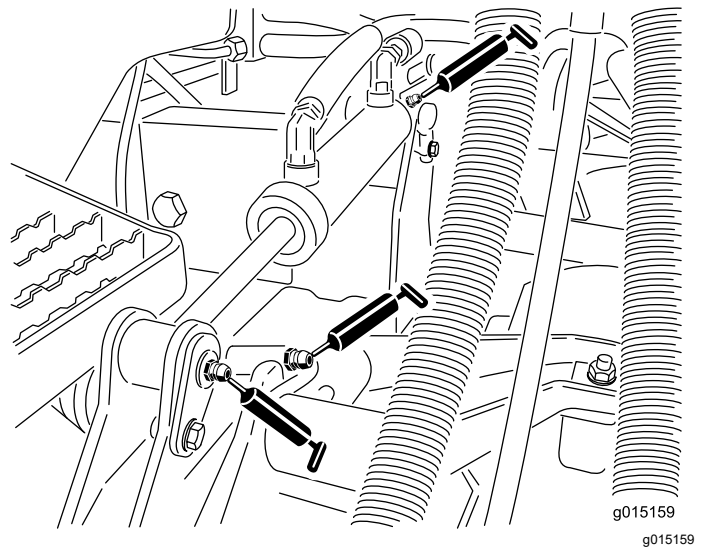

Figura 115
- Casquillos de los brazos de elevación (1 por unidad de corte); consulte la Figura 115
- Casquillos de cilindros de elevación (2 por unidad de corte); consulte la Figura 115